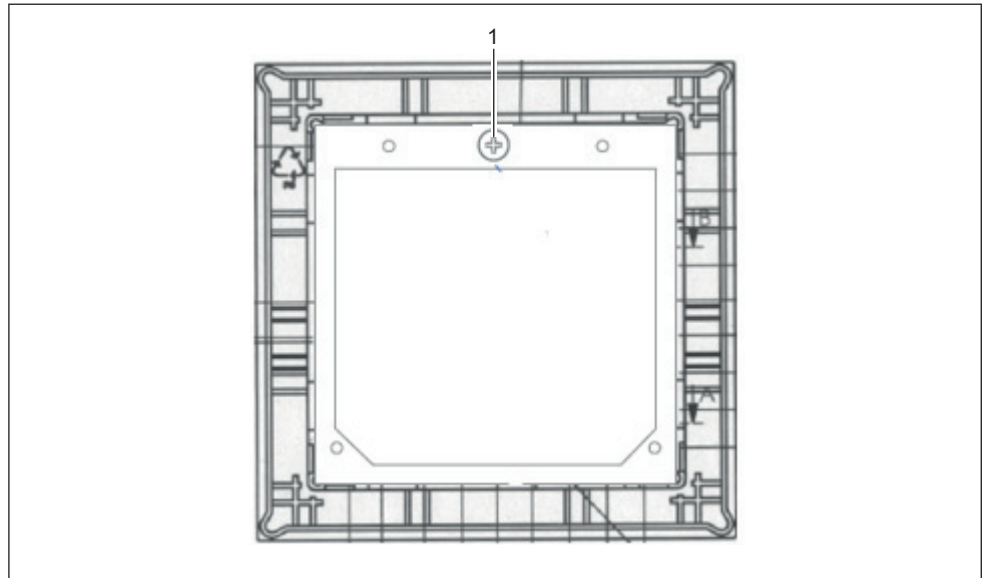

Fig. 18: Stato di fornitura modulo cieco Siedle (non presente nella fornitura)
1. Scollegare lamiera morsetti (Fig. 18/1) e rimuoverla dal modulo cieco (non presente nella fornitura).